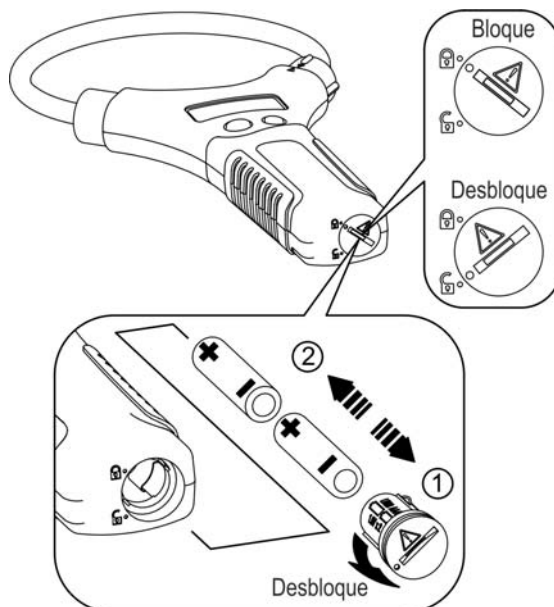

Fig. 4: Sustitución de las pilas
2. Gire el tornillo de fijación de la tapa del hueco de la pila de la posición "🔒" a la posición "🔓", retire dicha tapa y extraiga las pilas (vea § Fig. 4)
3. Inserte nueva pilas (vea § 6.1.3) respetando la polaridad indicadas (vea § Fig. 4)